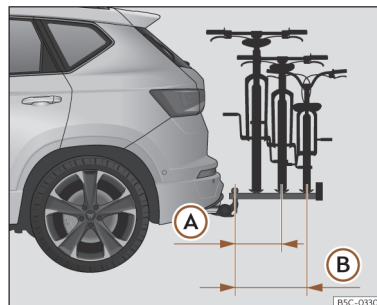

Fig. 175 Schéma de représentation de l'encorbellement maximal de la charge sur un porte-vélo pour deux ou trois vélos.
L'encorbellement maximal ne devra pas dépasser, en cas de porte-vélos pour deux vélos, 500 mm du centre de la boule d'attelage au centre de la voie du dernier support >>> **fig. 175**
- Ⓐ. En cas de porte-vélos pour trois vélos, il ne faudra pas dépasser 700 mm >>> **fig. 175** Ⓑ.